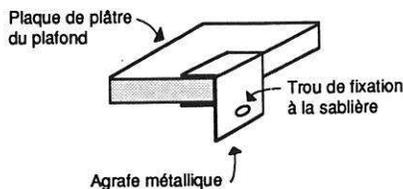

Figure 2. Les plaques de plâtre du plafond sont jointes aux cloisons à l'aide d'agrafes métalliques.
□ Plutôt que de ne laisser s'exercer les contraintes qu'aux joints, répartissez-les sur toute la surface des plaques de plâtre. À cette fin, joignez les plaques du plafond à la sablière de la cloison à l'aide d'agrafes métalliques (voir figure 2), ou posez des fourrures ou des blocs de bois sur la face supérieure de la sablière.